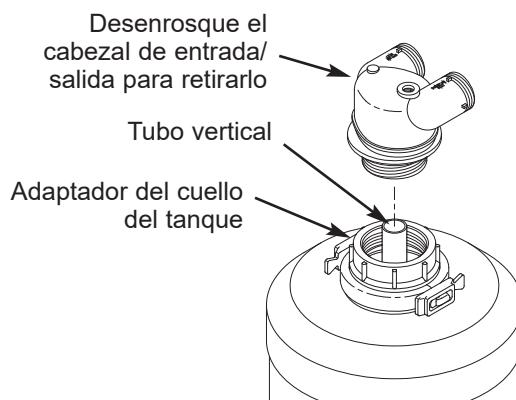

FIG. 9
- Sujete el adaptador del cuello del tanque con una llave de correa, y desenrosque el cabezal de entrada/salida del adaptador (vea la Fig. 9). Una vez que el cabezal de entrada/salida esté completamente desenroscado, compruebe si el tubo vertical (vea la Fig. 9) sigue introducido en el cabezal de entrada/salida. Retírelo levantando el cabezal de entrada/salida lo suficiente para tomar el tubo vertical y tirar de él a fin de liberarlo del cabezal.
NOTA: Es posible que el tubo vertical (vea la Fig. 9) se haya salido del fondo del tanque de minerales. Si es así, puede que el cabezal de entrada/salida no se acople a las roscas del adaptador del cuello. Para corregir este problema, aplique presión de aire o agua al tubo vertical. Esto moverá el medio filtrante en el fondo del tanque, permitiendo que el tubo vertical baje hasta el fondo del tanque de minerales.